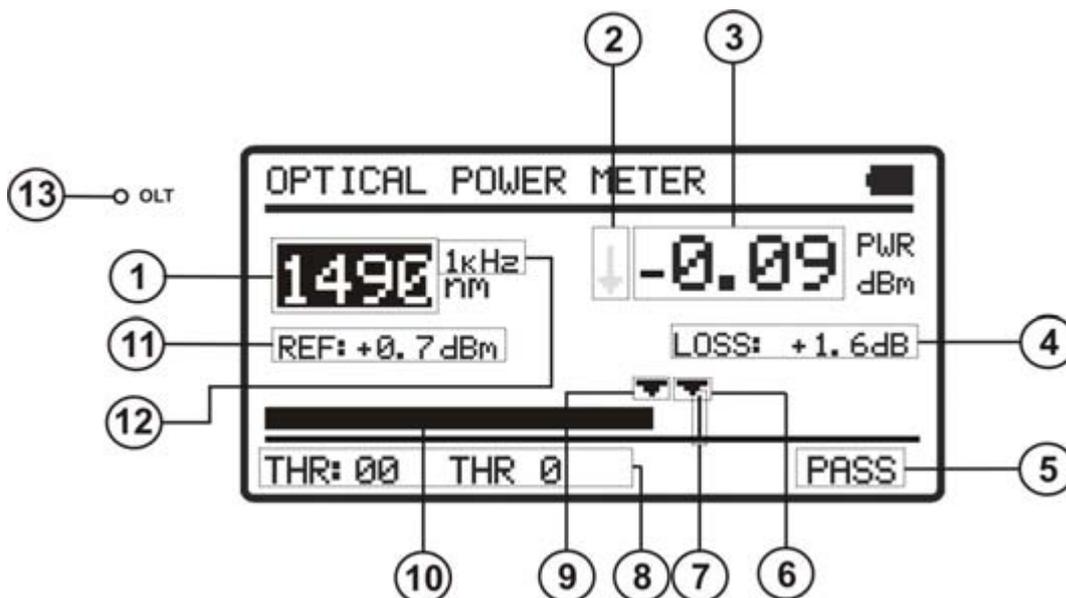

Figure 9.- Écran OPTICAL POWER METER.
- 3 Appuyez sur **SEL** pour entrer à l'écran (voir figure 9).